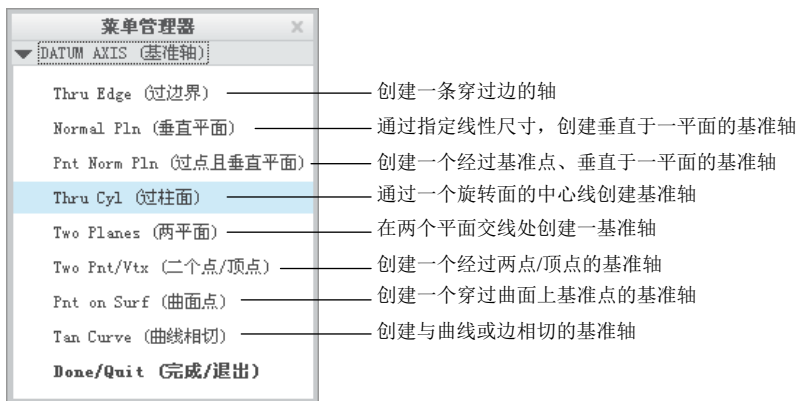

图 5.4.11 “基准轴”菜单
- (1) 在“轴”对话框的 名称 文本栏中输入基准名 B。
- (2) 单击该对话框中的按钮, 在弹出的图 5.4.11 所示的“基准轴”